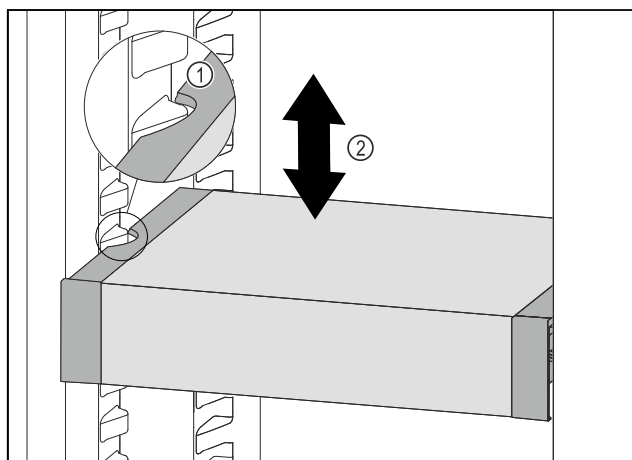

Fig. 127
- ▶ VarioSafe w chłodziarce przesunąć w górę lub w dół, aż zostanie osiągnięta żądana wysokość. *Fig. 127 (2)*